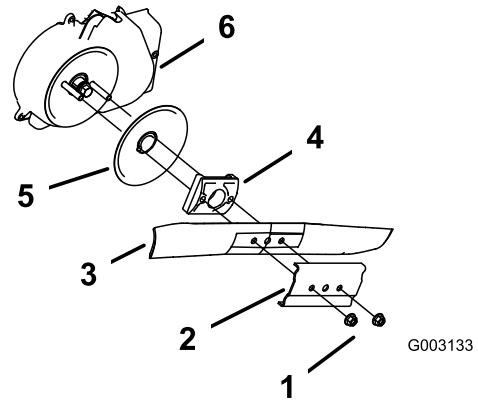

Figure 37
3. Retirez les 2 écrous de la lame et le renfort (Figure 37).
4. Déposez la lame (Figure 37).
5. Déposez le dispositif d'entraînement de la lame et le disque (Figure 37).
6. Déposez la protection du débrayage du frein de lame (Figure 37).
10. Reposez la lame et le renfort déposés précédemment (Figure 37).